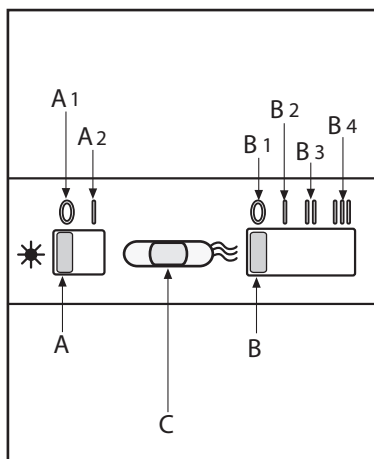

Fig.7
• **Betjening-senhed taster (Fig.7) slider** symbolbetydningen er som følger: